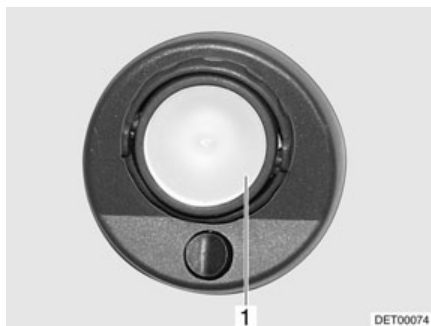

Fig. 280 Lampe halogène rapportée de la cabine de conduite (modèle I)
- Soulever prudemment le couvercle en verre (Fig. 280,1) avec un outil approprié (p. ex. tournevis) et le retirer.